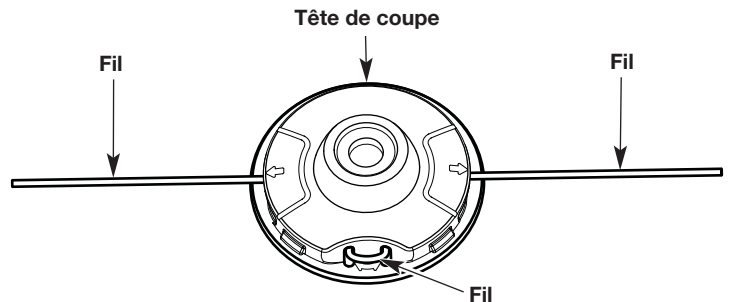

Fig. 13
4. Tirer sur les extrémités du fil jusqu'à ce qu'il soit bien serré contre la tête de coupe. S'assurer les extrémités du fil soient de longueur égale (Fig. 13). Si une extrémité est plus longue que l'autre, pousser l'extrémité arrière à mi-course à travers la tête de coupe et tirer sur la partie courte. Si nécessaire, répéter cette opération jusqu'à ce que les deux extrémités soient de longueur égale.
5. Appuyer sur le fil de coupe exposé entre les orifices circulaires jusqu'à ce qu'il repose à plat contre la tête de coupe (Fig. 13).